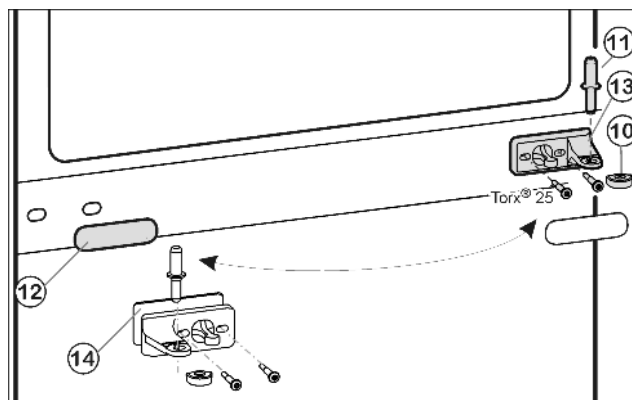
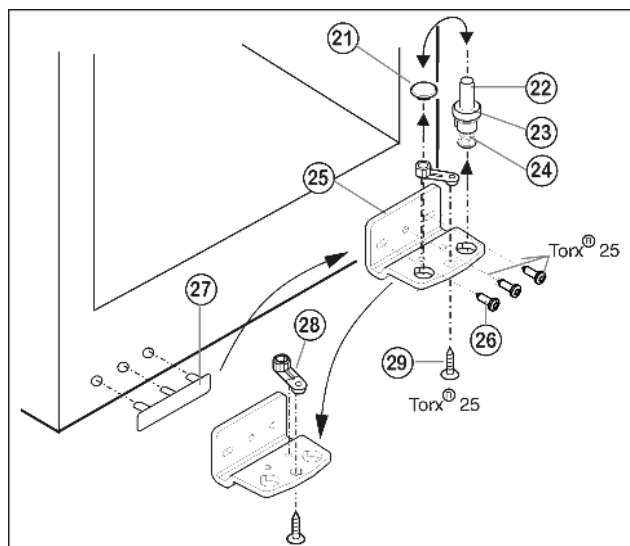

Fig. 8
Fig. 9
- ▶ Вытащите из опорного кронштейна и нижней дверцы средний опорный винт Fig. 8 (11).
- ▶ Снимите пластмассовый колпачок Fig. 8 (10).
- ▶ Открутите средний опорный кронштейн Fig. 8 (13) (2 шт. Torx® 25).
- ▶ Осторожно снимите накладку Fig. 8 (12).
- ▶ Прикрутите средний опорный кронштейн Fig. 8 (13) с подкладкой Fig. 8 (14) с поворотом на 180° на новую сторону шарнира (с моментом 4 Нм).
- ▶ Защелкните накладку Fig. 8 (12), повернув на 180°, на стороне, где теперь будет ручка.
- ▶ Извлеките опорный винт Fig. 9 (22) в комплекте с шайбой Fig. 9 (23) и регулируемой опорой Fig. 9 (24), вытягивая его вверх.
- ▶ Снимите пробку Fig. 9 (21).
- ▶ Открутите Fig. 9 (26) опорный кронштейн Fig. 9 (25).
- ▶ Открутите Fig. 9 (29) опорную деталь Fig. 9 (28) и, переставив в отверстие на противоположной стороне опорного кронштейна, снова прикрутите.
- ▶ Осторожно снимите и переставьте на противоположную сторону крышку со стороны ручки Fig. 9 (27).
- ▶ Снова прикрутите опорный кронштейн Fig. 9 (25) на новой стороне шарнира (с моментом 4 Нм). При необходимости используйте аккумуляторный шуруповерт.
- ▶ Переставьте пробку Fig. 9 (21) в свободное отверстие.
- ▶ Вновь установите опорный винт Fig. 9 (22) в комплекте с шайбой и регулируемой опорой. При этом фиксатор должен быть направлен назад.
- ▶ Установите нижнюю дверцу сверху на нижний опорный винт *Fig. 9 (22)*.
- ▶ Снова наденьте пластмассовый колпачок *Fig. 8 (10)* на средний опорный кронштейн *Fig. 8 (13)*.
- ▶ Вставьте средний опорный винт *Fig. 8 (11)* на новой стороне шарнира через средний опорный кронштейн *Fig. 8 (13)* в нижнюю дверцу.
- ▶ Установите верхнюю дверцу на средний опорный винт *Fig. 8 (11)*.
- ▶ При необходимости выровняйте дверцы через два продольных паза в нижнем опорном кронштейне *Fig. 9 (25)* и среднем опорном кронштейне *Fig. 8 (13)* параллельно корпусу устройства. Для этого выкрутите средний винт на нижнем опорном кронштейне *Fig. 9 (25)*.